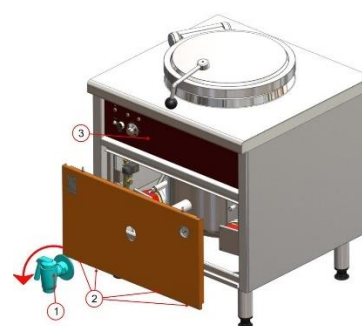

Fig. 11
- Dévisser le robinet de vidange en façade (Fig. 11 – Rep. 1),
- Tirer le capot de commande vers soit (Fig. 11 – Rep. 3)